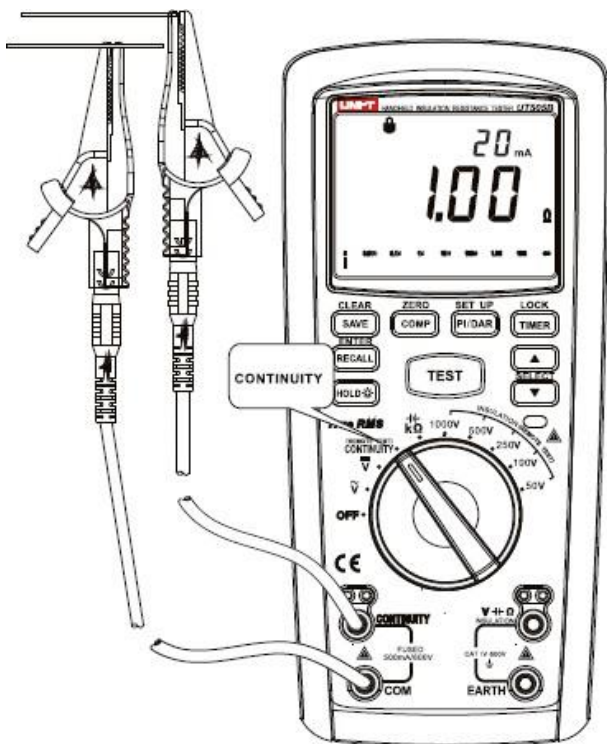

Fig. 6 Masurarea continuitatii
3. Masurare continuitate (vezi fig. 6)